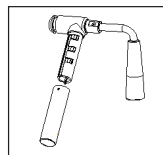

Abb. 9
- Follow the instructions on the usage of the descaling agent, pour it into the water tank (13).
- Install one of the coffee filters (21 or 22) into the filter holder (20) matching the ledge on the filter (21 or 22) with the hole on the holder (20) and turn the filter (21 or 22) counter/clockwise.
- Place a cup of suitable height and capacity on the grid (2).
- Direct the cappuccinator pipe (15) into the cup using the cappuccinator pipe angle adjustment bar (14), if necessary, change the length of the cappuccinator pipe (15) (fig. 9).
- Switch the coffee maker on by setting the «0/I» power switch (11) to the «I» position.
- To switch the cleaning mode on, press simultaneously the button (9) «Latte» and the button (7) «Espresso».
- In the descaling mode the light indicators slowly flash by rotation, after 30 minutes the light indicators will start flashing faster. Remove the container (13), drain the remaining descaling solution and fill the container (13) with clean water. Install the container (13) back to its place.
- Pour the descaling solution out from the cup, place the cup on the grid (2).
- Simultaneously the button (9) «Latte» and the button (7) «Espresso» to continue cleaning the coffee maker. In approximately 30 minutes the coffee maker cleaning will be finished, and the coffee maker will switch to the standby mode, all buttons (7, 8, 9) light indicators will glow constantly.
- Wash the water tank (13) and the milk container (18) with warm water and soft detergent, then dry them.
- If there is mineral scale in the water tank (13), pour some citric acid solution or table vinegar in the water tank (13). After mineral scale dissolves, wash the water tank (13).
- Stellen eine Tasse mit geeigneter Höhe und Fassungsvermögen von mindestens 300 ml aufs Gitter (2) auf.
- Richten Sie das Cappuccinatore-Rohr (15) mit dem Cappuccinatore-Rohr-Neigungsregler (14) in die aufgestellte Tasse.
Anmerkung: Sie können die Länge des Cappuccinatore-Rohrs (15) ändern, dazu drehen das Rohr (15) gegen den Uhrzeigersinn, ziehen es auf die gewünschte Länge heraus und fixieren das Rohr (15) durch Drehen im Uhrzeigersinn (Abb. 9).
- Schalten Sie die Kaffeemaschine ein, indem Sie den Netzschalter (11) «0/l» in die Position «l» umstellen, dabei leuchtet und blinkt die Kontrolleuchte (7, 8, 9).
- Schalten Sie die Kaffeemaschine nach dem Reinigen aus, indem Sie den Schalter (11) «0/l» auf «0» stellen.